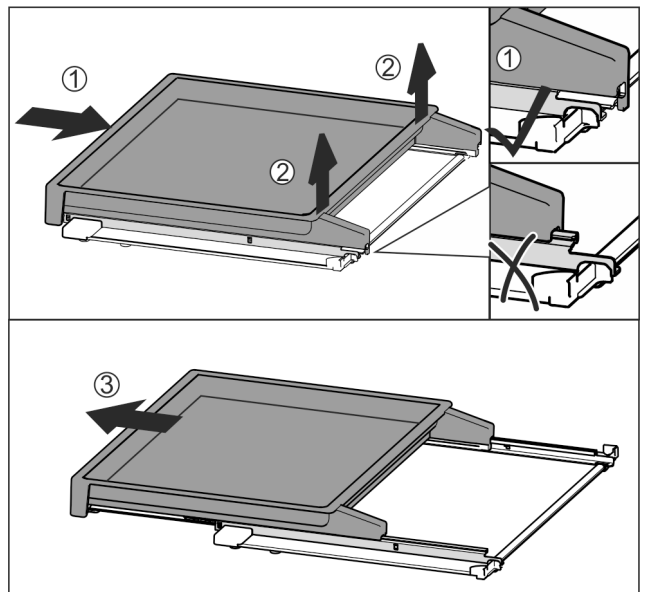

Fig. 36
- Spingere completamente il ripiano estraibile Fig. 36 (1).
- Staccare il blocco sul lato posteriore Fig. 36 (2).
- Estrarre in avanti il ripiano estraibile Fig. 36 (3).